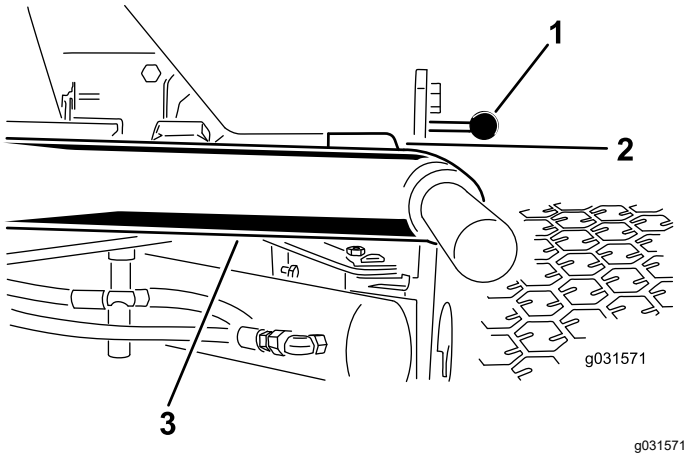

Figure 12
1. Démarrez le moteur, levez les unités de coupe et vérifiez qu'un espace de 5 à 8 mm (0,18 à 0,32 po) sépare chaque bras de levage du support du panneau de plancher, comme montré à la Figure 12.